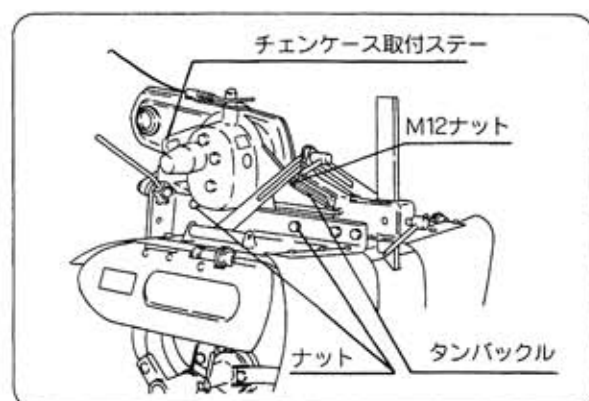

図17
- ロータリ本体のタンバックルを前後に調整しながらチェンケースを取付けます。（図17）
- チェンケース取付ステーを固定してください。（図17）
- シャーシフレームの3ヶ所のナットを締付けてください。（図17）